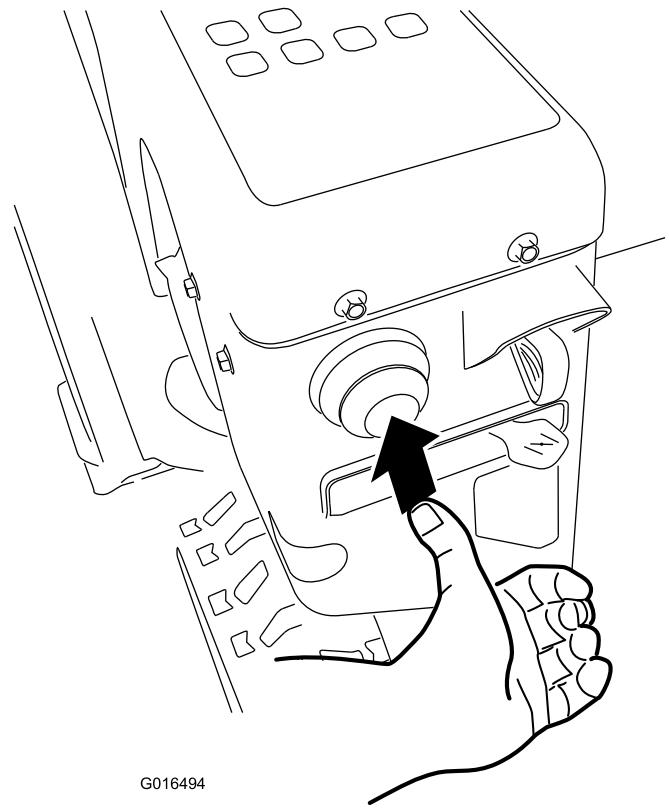

Bild 23
4. Drücken Sie die Kaltstarthilfe 3 Mal kräftig mit dem Daumen, halten Sie die Kaltstarthilfe jeweils für eine Sekunde gedrückt (Bild 23).